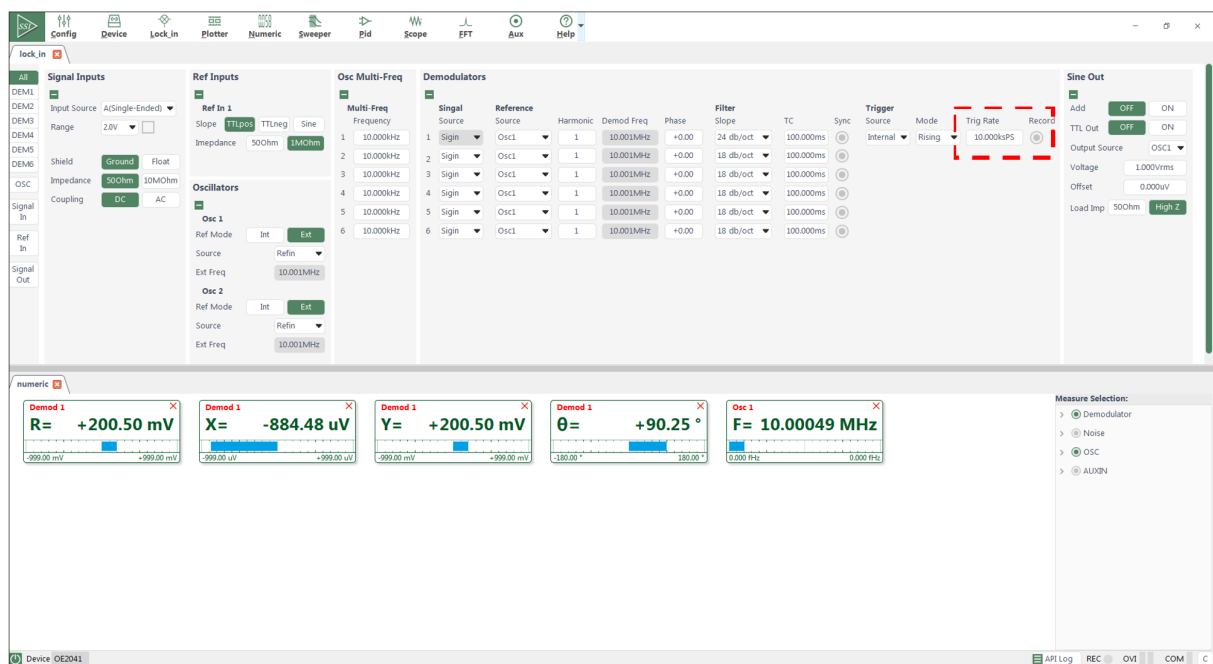

图 78. 数据保存配置区域图
1、当软件运行时，点击图78中红框内“Record”按钮，当按钮呈现选中状态时，表示系统已开始记录当前采集的数据。